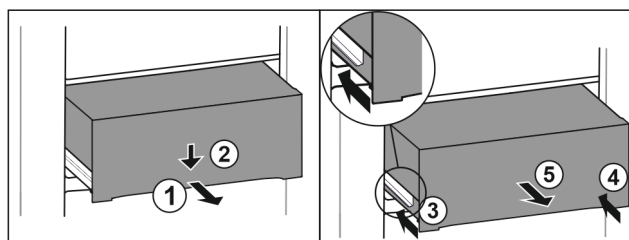

Fig. 92
- ▶ Extraiga el cajón hasta la mitad. Fig. 92 (1)
- ▶ Presionar hacia abajo el cajón de la parte delantera. Fig. 92 (2)
- ▶ Introducir el carril izquierdo unos 2 cm. Fig. 92 (3)
- ▶ Introducir el carril derecho unos 2 cm. Fig. 92 (4)
- ▶ Extraiga el cajón hacia delante. Fig. 92 (5)